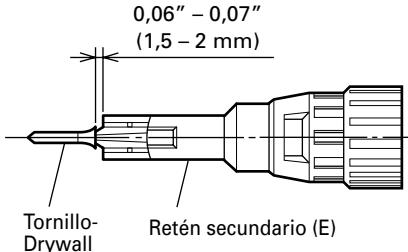

Fig. 5
### (2) Para tornillos-Drywall (Fig. 5)